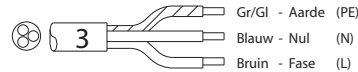

Fig. 7
- (fig. 7) 1 N~ 230V (3 aderige kabel)